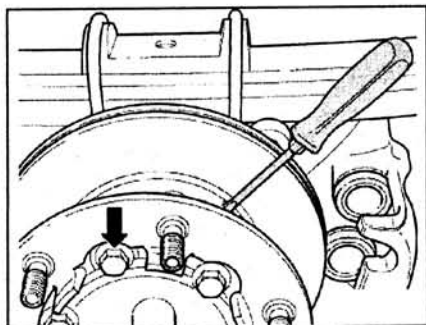

Рис. 7.48. Открутите болты (стрелки) крепления фланца и снимите тормозной диск.
3. Открутите болты (стрелки) крепления фланца и снимите тормозной диск (рис. 7.48).